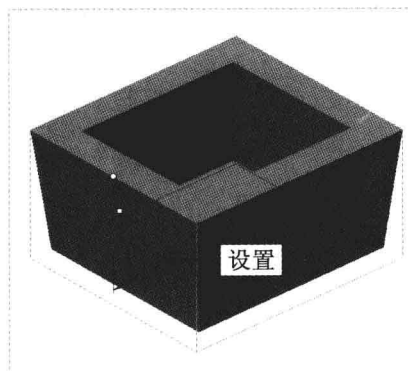

图 6-33 设置拔模角度
Step 04 在“拖拉方向”选项区中选择“单击此处添加项”选项，选择模型的底面作为脱模方向，设置拔模角度为 10，如图 6-33 所示。